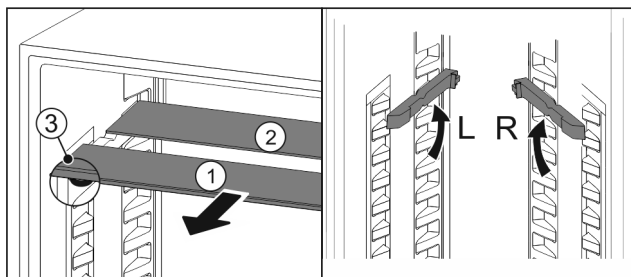

Fig. 149
- ▶ По одной извлеките Fig. 149 (1) стеклянные панели движением вперед.
- ▶ Стеклянная панель Fig. 149 (1) с декоративной планкой лежит спереди.
- ▶ Стопоры Fig. 149 (3) показывают вниз.